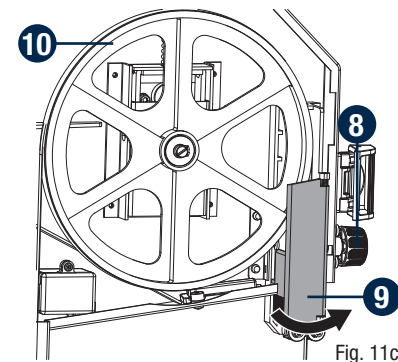

Fig. 11c
- Desserrez et retirez l'écrou en D, la rondelle plate et la vis à oreilles de la table de travail (1).
- Tournez le bouton de verrouillage (6) dans le sens antihoraire pour déverrouiller l'ensemble guide-lame (7). En tournant le bouton du guide-lame supérieur (8) (le sens horaire lève le guide-lame (7); le sens antihoraire l'abaisse), placez le guide-lame (7) à mi-chemin entre la table de travail et le boîtier de la scie. Resserrez le bouton de verrouillage (6).
- Ouvrez le protège-lame supérieur (9) en tirant le côté gauche du protège-lame vers l'extérieur et loin de la roue de renvoi supérieure (10). (Fig. 11c)
- Relâchez toute tension de la lame en tournant le levier de tension de la lame (11) dans le sens antihoraire.
- Retirez avec précaution l'ancienne lame (12).
SUIVI DE LA LAME (Fig. 11c, 12a-12b)
- Pour vérifier la position de la lame, tournez la roue de renvoi inférieure (1) à la main dans le sens horaire. Regardez la lame à travers la fenêtre d'alignement.
- Ouvrez le protège-lame supérieur en tirant le côté gauche du protège-lame vers l'extérieur et loin de la roue de renvoi supérieure. (Fig. 11c)
- Desserrez le bouton d'alignement de la lame (2). Si la lame s'éloigne du boîtier, tournez le bouton d'alignement dans le sens horaire. Si la lame se dirige vers le boîtier, tournez le bouton d'alignement dans le sens antihoraire.